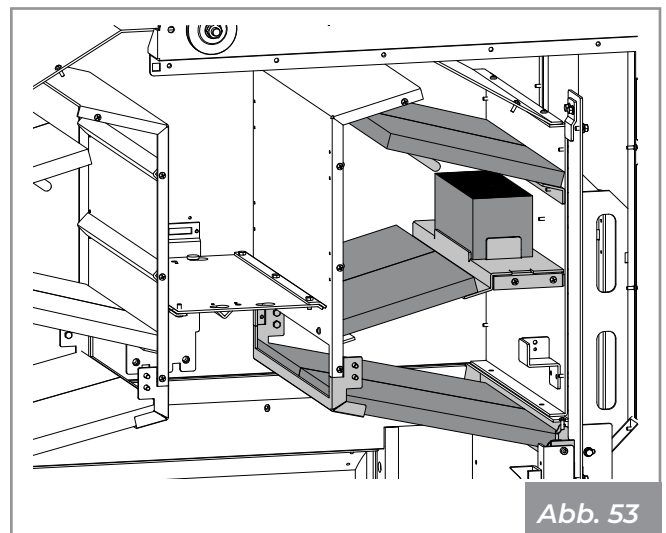

Abb. 53
8) Gehen Sie auf der gegenüberliegenden Seite genauso vor (Abb. 53).